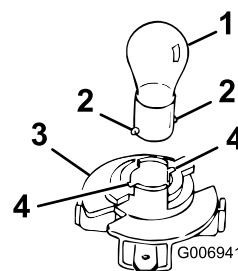

Bild 54
4. Setzen Sie die Birne ein und drehen Sie diese nach links bis zum Anschlag (ungefähr 1/4 Umdrehung), und nehmen sie die Birne aus der Birnenfassung heraus (Bild 54).
2. Stecken Sie den Sockel in die Fassung (Bild 54).